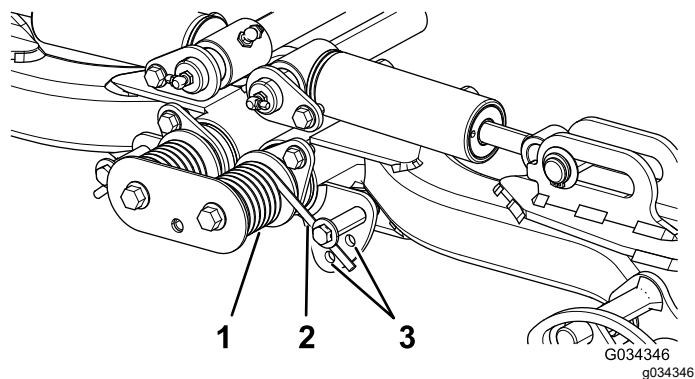

Рисунок 33
2. Наденьте на длинный конец пружины трубу или аналогичный предмет, чтобы снять натяжение пружины во время регулировки (Рисунок 33).
3. Ослабляя натяжение пружины, отверните болт и контргайку крепления пружинного привода к кронштейну (Рисунок 33).